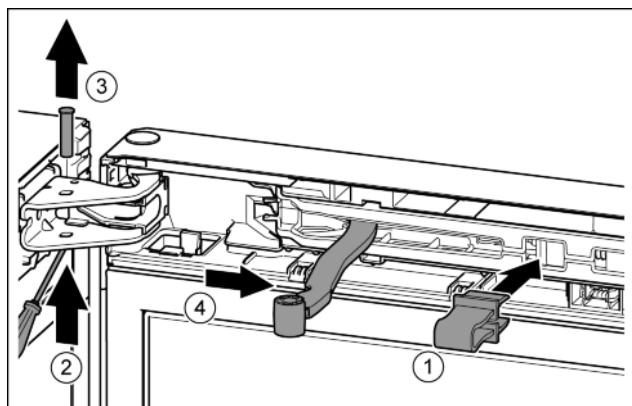

Fig. 9
- Зафіксуйте запобіжник в отворі. Fig. 9 (1)
► Виштовхніть палець за допомогою викрутки. Fig. 9 (2)
► Вийміть гвинт нагору. Fig. 9 (3)
► Поверніть шарнір у напрямку дверцят. Fig. 9 (4)